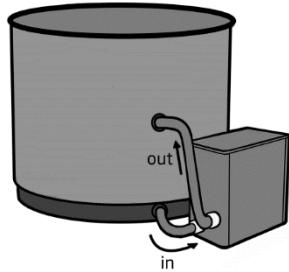

Bild 3 – Anschlussbeispiel Badefass
2. Öffnen Sie das manuelle Entlüftungsventil um einige Umdrehungen (Bild 3).